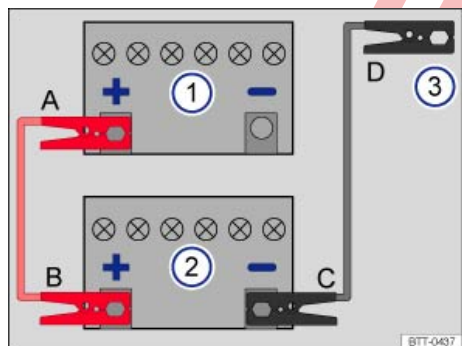
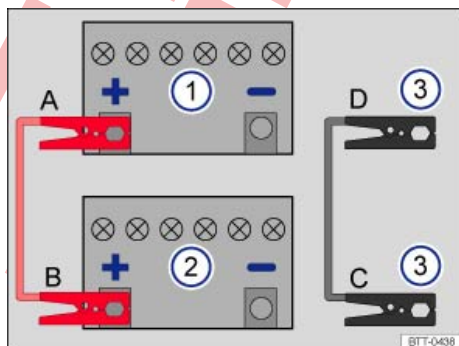

Fig. 297 Esquema para conectar los cables de emergencia en el caso de que el vehículo que suministra la corriente no disponga del sistema Start-Stop.
Fig. 298 Esquema para conectar los cables de emergencia en el caso de que el vehículo que suministra la corriente disponga del sistema Start-Stop.
Leyenda de la fig. 297 y fig. 298:
Los cables de arranque solo se deberán conectar en el orden **A – B – C – D** ⇒ fig. 297 o ⇒ fig. 298.
- Conecte un extremo del cable de arranque *rojo* al polo positivo (+) ⇒ fig. 297 o ⇒ fig. 298 del vehículo con la batería de 12 voltios descargada ① ⇒ ⚠.
- Conecte el otro extremo del cable de arranque *rojo* al polo positivo (+) de la batería de 12 voltios del vehículo que suministra la corriente ②.
- En los vehículos **sin sistema Start-Stop**, conecte un extremo del cable de arranque *negro* preferentemente a una toma para la ayuda de arranque (terminal de masa) (-) del vehículo que suministra la corriente; de lo contrario, al polo negativo (-) de la batería de 12 voltios de este vehículo ⇒ fig. 297 ②.
- En los vehículos **con sistema Start-Stop**, conecte un extremo del cable de arranque *negro* ⇒ fig. 298 ③ preferentemente a una toma para la ayuda de arranque (terminal de masa) (-); de lo contrario, a la argolla de remolque delantera enroscada, a una pieza de metal maciza que vaya atornillada al bloque motor o al mismo bloque motor.
- Conecte el otro extremo del cable de arranque *negro* ⇒ fig. 297 ③ o ⇒ fig. 298 ③ preferentemente a la toma para la ayuda de arranque (terminal de masa) (-) ⇒ página 524 del vehículo con la batería descargada; de lo contrario, a la argolla de remolque delantera enroscada ⇒ página 529, a una pieza de metal maciza atornillada fijamente al bloque motor o al mismo bloque motor ⇒ ⚠.
- Desconecte los cables de arranque siguiendo únicamente el orden **D – C – B – A** ⇒ fig. 297 o ⇒ fig. 298.